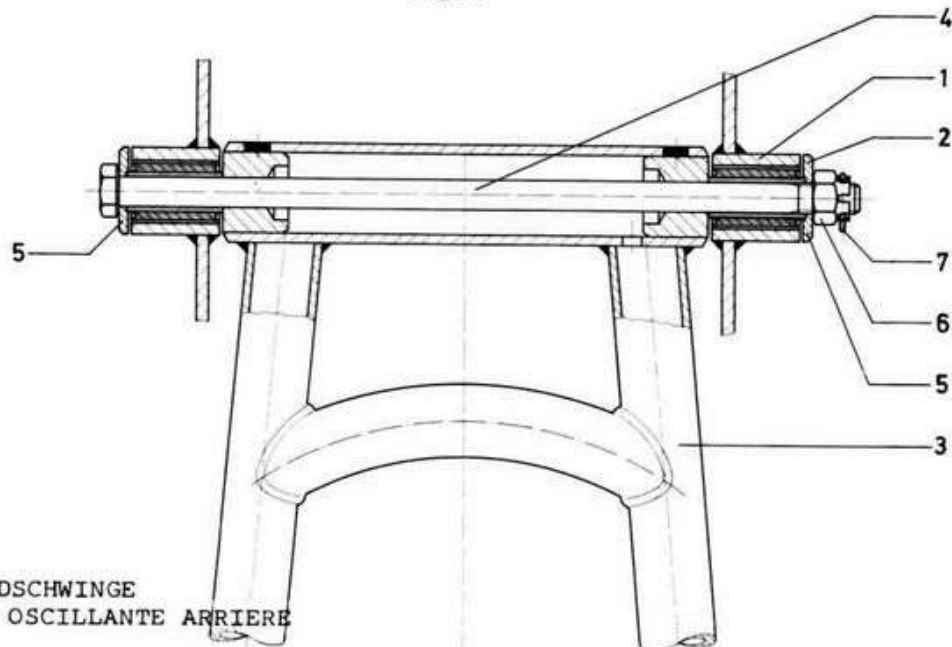

Fig. 11
(Fig. 11)
3.1 DEMONTAGE DE LA FOURCHE OSCILLANTE ARRIERE (fig. 11)
- Désassurer puis dévisser l'écrou crénelé (6) de la longue vis à tête 6 pans (4)
- Extraire la vis à tête 6 pans (4)
- Déposer la fourche oscillante arrière (3) vers l'arrière